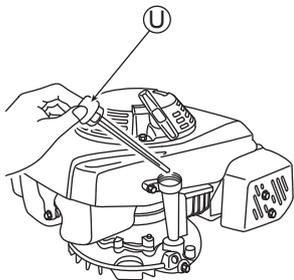

Abb. 6
- Nehmen Sie den Öltankverschluss (U) ab, ziehen Sie den Ölstandanzeiger heraus und führen Sie ihn anschließend ein, ohne ihn zu verschrauben. (Siehe Abb. 6)
- Nehmen Sie den Öltankverschluss (U) ab und vergewissern Sie sich, dass der Ölstand zwischen den Höchst- und Mindeststandmarkierungen des Ölstandanzeigers liegt.
- Verschließen Sie den Öltankverschluss (U) nach der Überprüfung ordentlich.